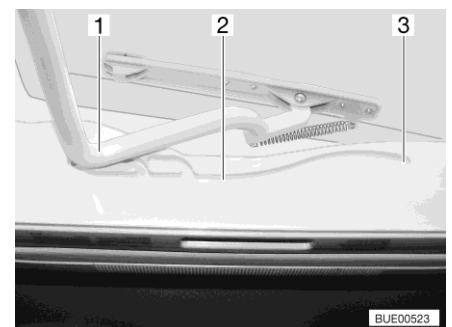

Fig. 116 Guía (claraboya Heki)
- Tirar el estribo (Fig. 116,1) en las guías (Fig. 116,2) hasta la posición trasera final (Fig. 116,3).
- Empujar el estribo (Fig. 116,1) ligeramente hacia arriba con ambas manos.
- Tirar el estribo en las guías (Fig. 116,2) hasta la posición deseada.